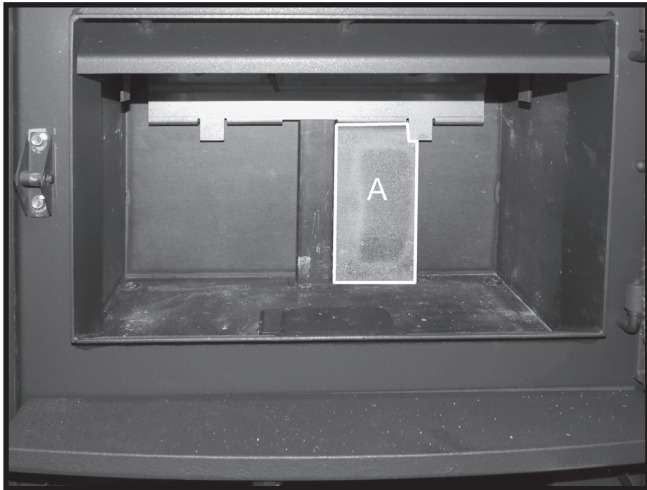

Figure 10: Installation de la première brique sur le mur du fond.
1. Placer une brique A verticalement derrière l'onglet sur le rail. Glisser la brique vers le centre du mur du fond (Figure 10).